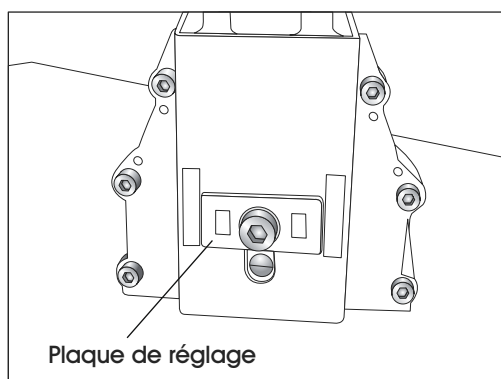

Figure 9
3. Quand le rebord supérieur de la plaque de réglage est à sa position la plus élevée, les dents sont positionnées à leur pénétration la moins profonde. (Voir Figure 9)